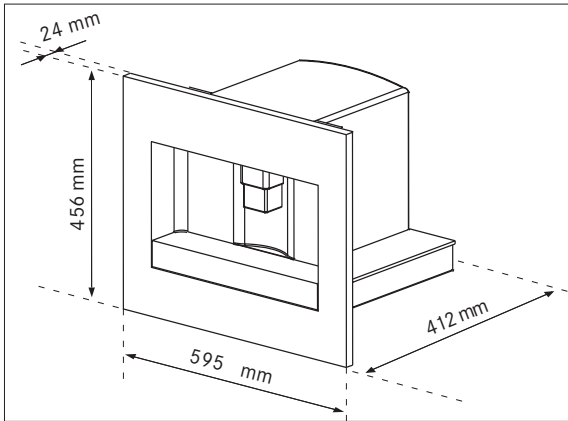

Abb. 1
- ▶ Bitte beachten Sie die Mindesteinbaumaße für einen ordnungsgemäßen Einbau des Geräts. (Abbildung 1, 2 and 3).